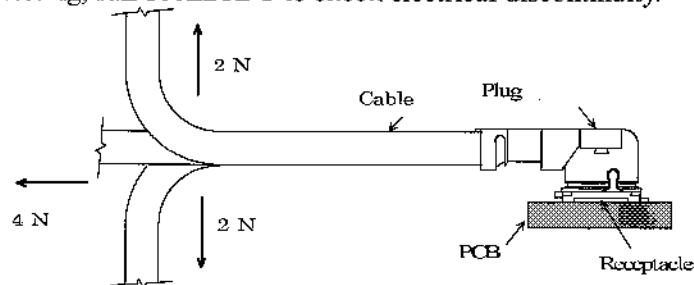

Fig.2
A. Testing : Apply force on the cable as shown in Fig.2.
A.試験法:Fig. 2のようにケーブルに力を加える。尚、試験中にDC100mAの電流を流して電氣的瞬断を確認する。